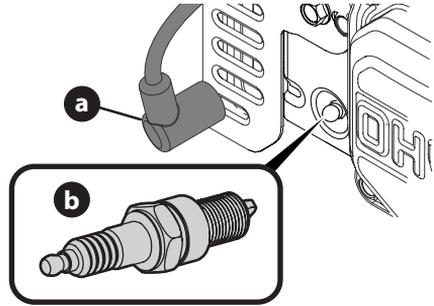

Figure 15
- Enlevez le couvre-borne (a) de la bougie et retirez la bougie (b) avec une clé à bougie (Figure 15).